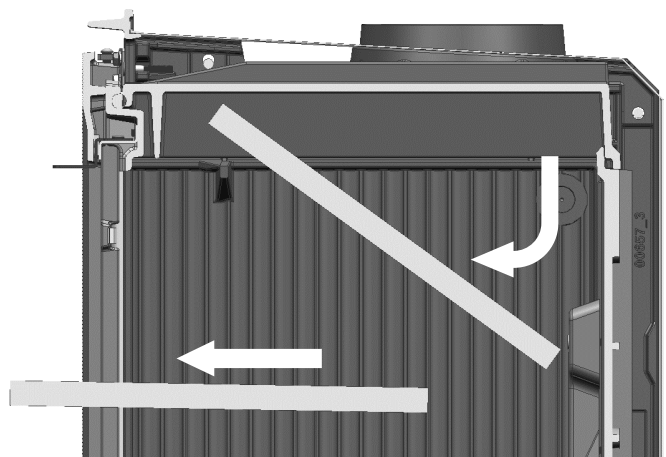

Fig. 2
2. Desplazar el deflector hacia abajo quedando libre la pieza (Fig.2).